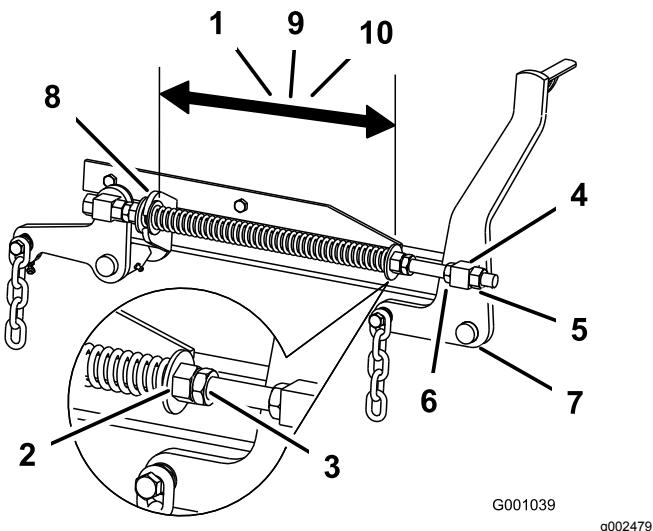

Figura 102
(10½") para carcasa de corte de 152 cm (60") o de 29.2 cm (11½") para carcasa de corte de 183 cm (72") (Figura 102).
3. Ajuste esta distancia aflojando la contratuerca elástica y girando la tuerca que está delante de cada muelle (Figura 102).
4. Fije la tuerca en la posición deseada apretando la contratuerca elástica (Figura 102).